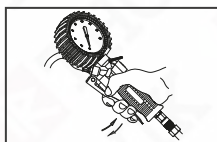

рис.2
①
②
5.4 Нажать клавишу куркового механизма и сжатый воздух начнет поступать в шину (рис. 2);